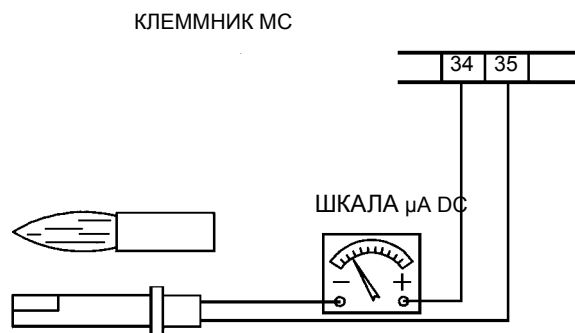

Рис. 22
- 3 открутить присоединительные гайки (Е на Рис. 22) дизельных шлангов (использовать 2 ключа во избежание расслабления соединений, застопоренных на распределительном блоке);
- 5 вынуть полностью весь узел, как указано на Рис. 22.